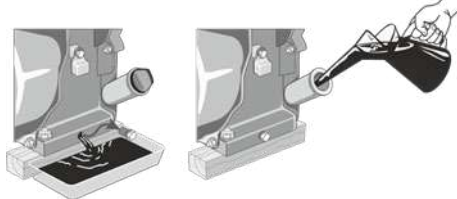

Рисунок 7. Схема заміни моторного мастила.
6.5.1 Порядок заміни моторного мастила (рис. 7):